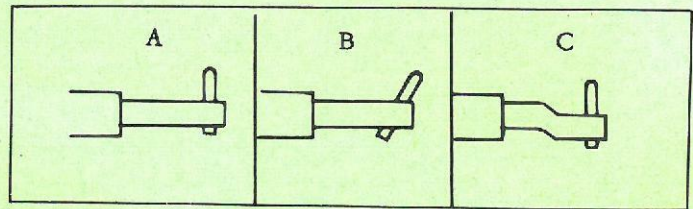

Fig. 1
Il est nécessaire de choisir les porte-électrodes suivant le travail à effectuer (voir Fig. 1), droit (A) incliné (B) ou décroché (C).